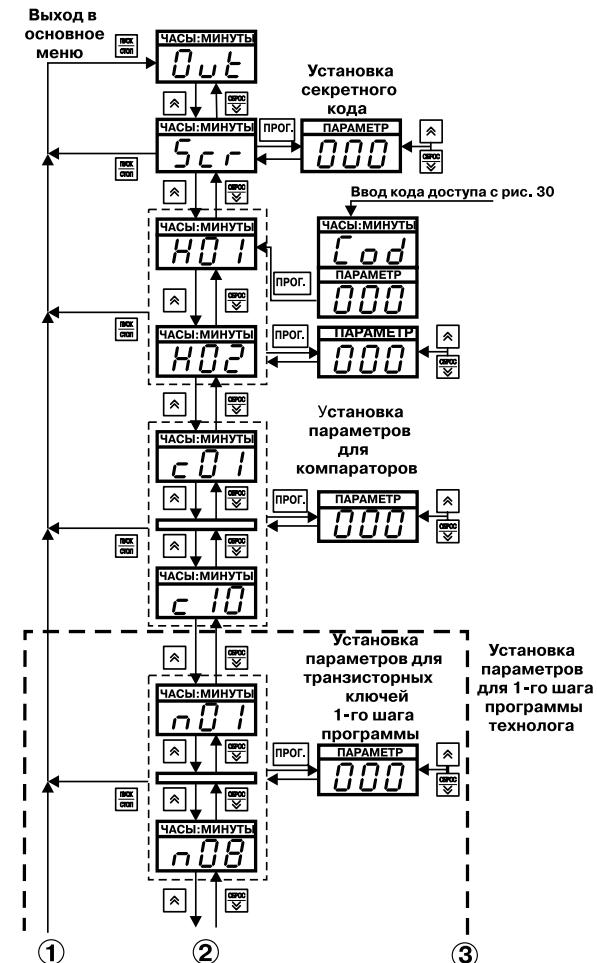

Рис. 31. Схема, поясняющая программирование на уровне L1
Для выхода из уровня программирования L2 необходимо нажать кнопку (см. **рис. 31**), после чего прибор перейдет в состояние «*0ut*» основного меню.
4.2.4.1. На **рис. 31** изображена схема, поясняющая программирование на уровне L1, где задаются значения параметров программ управления (программ технолога). На индикаторе «ЧАСЫ:МИНУТЫ» отображаются имена параметров программ управления, на индикаторе «ПАРАМЕТР» – значения параметров (см. прил. Д).
**Примечание.** Все параметры, изображенные на **рис. 31**, кроме двух самых верхних и двух самых нижних прямоугольников, принадлежат только одной программе управления (программ технолога).